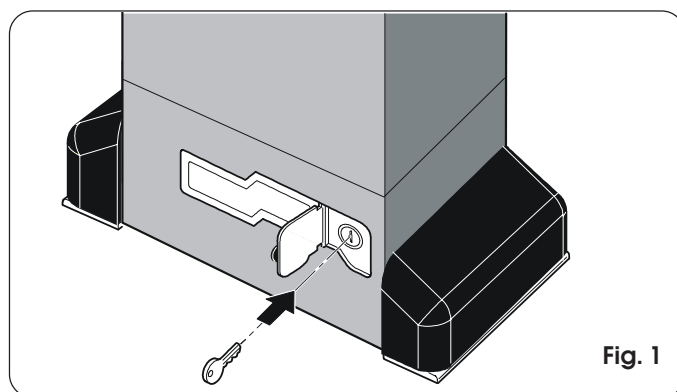

Fig. 1
- 2) Aprire lo sportellino di protezione ed inserire l'apposita chiave in dotazione nella serratura come indicato in Fig. 1.